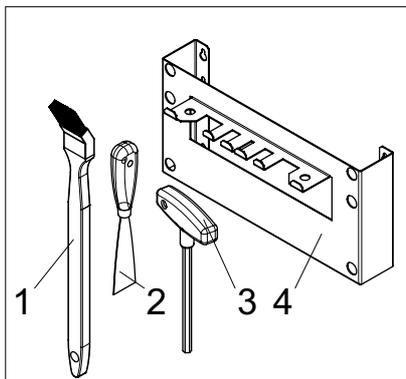

Fig.127 Apparecchi di pulizia e di comando
- Montare la mensola di sospensione con la cartella dei manuali e gli apparecchi di pulizia e di comando su una parete del locale caldaia – Fig. 127.